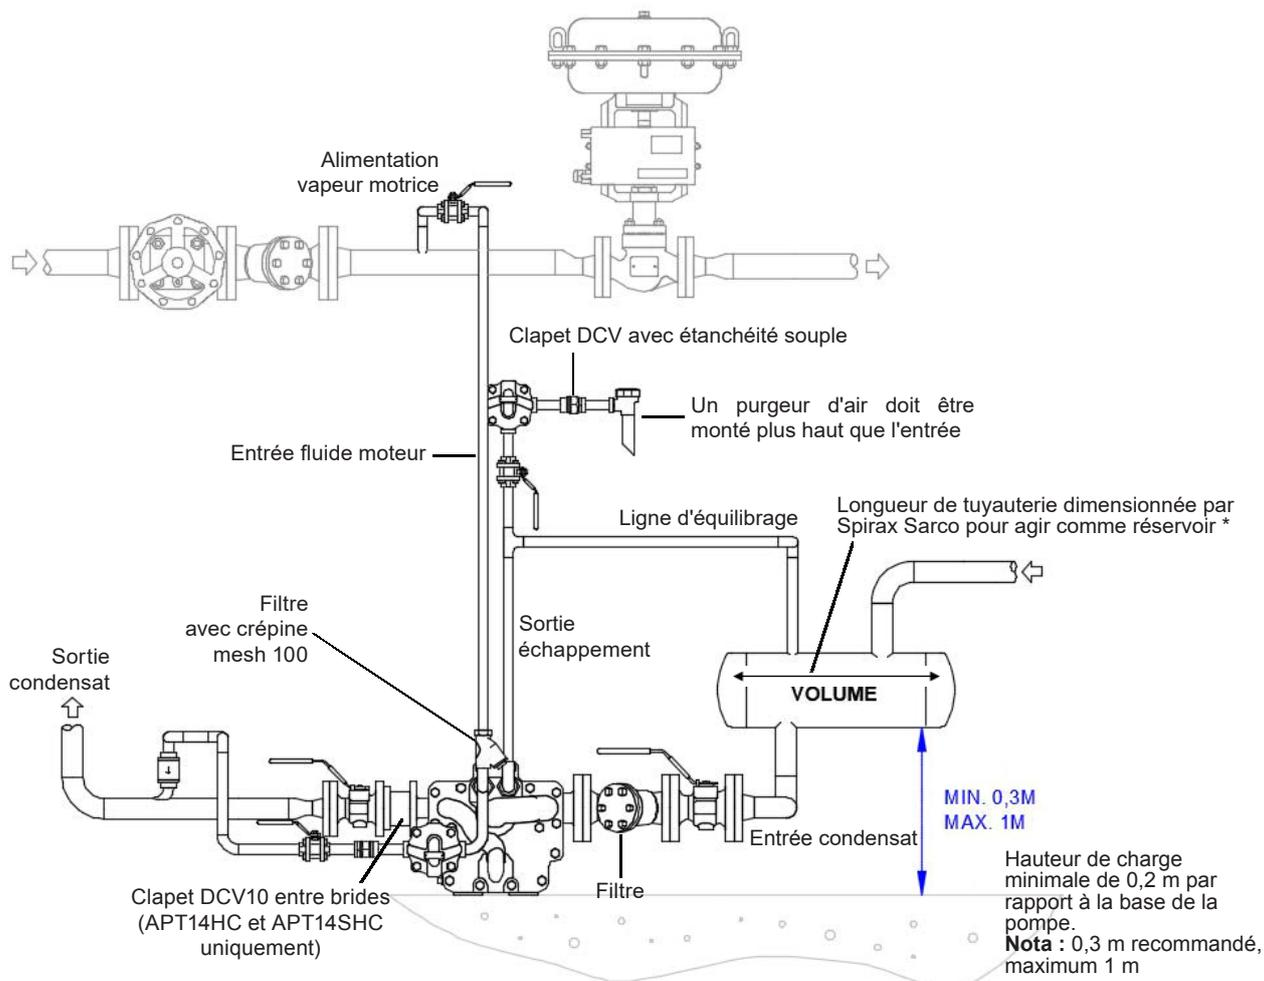

Fig. 10
L'APT14 possède 4 orifices de raccordements. L'APT14 en DN40 (1½") ou l'APT14HC en DN50 (2") et l'APT14SHC doit être connecté à la sortie de l'équipement à purger. L'APT14 en DN25 (1") ou l'APT14HC en DN40 (1½") et l'APT14SHC doit être connecté à la ligne de retour condensat. Une flèche indique le sens d'écoulement correct du fluide. Le DN15 (½") marqué "S" doit être connecté à l'alimentation vapeur motrice. **\*Il est important de vérifier que cette ligne est convenablement purgée par un purgeur Spirax Sarco approprié et possédant une crépine de perforation mesh 100 (voir Fig. 10).** Le taraudage DN15 (½") marqué "E" doit être connecté à la ligne d'équilibrage qui devra elle-même être raccordée à la ligne de sortie condensat le plus près possible de l'équipement à purger. Cette ligne d'équilibrage doit toujours être connectée au-dessus de la ligne de condensat. (Fig. 10).
Il est recommandé d'installer des manomètres sur l'alimentation de vapeur motrice, l'entrée et la sortie du condensat comme indiqué sur la Fig. 10.
Consulter Spirax Sarco pour de plus amples informations. L'alimentation motrice doit être purgée par un purgeur adéquat afin d'assurer une vapeur sèche. Voir Figure 10..
- 5.1 Après avoir vérifié que les tuyauteries d'entrée, de sortie de condensat, de vapeur motrice et d'échappement/équilibrage sont bien raccordées comme indiqué Fig. 10 et 13, ouvrir lentement l'alimentation vapeur motrice. S'assurer que l'échappement/équilibrage est ouvert et qu'il n'y a pas de restriction.